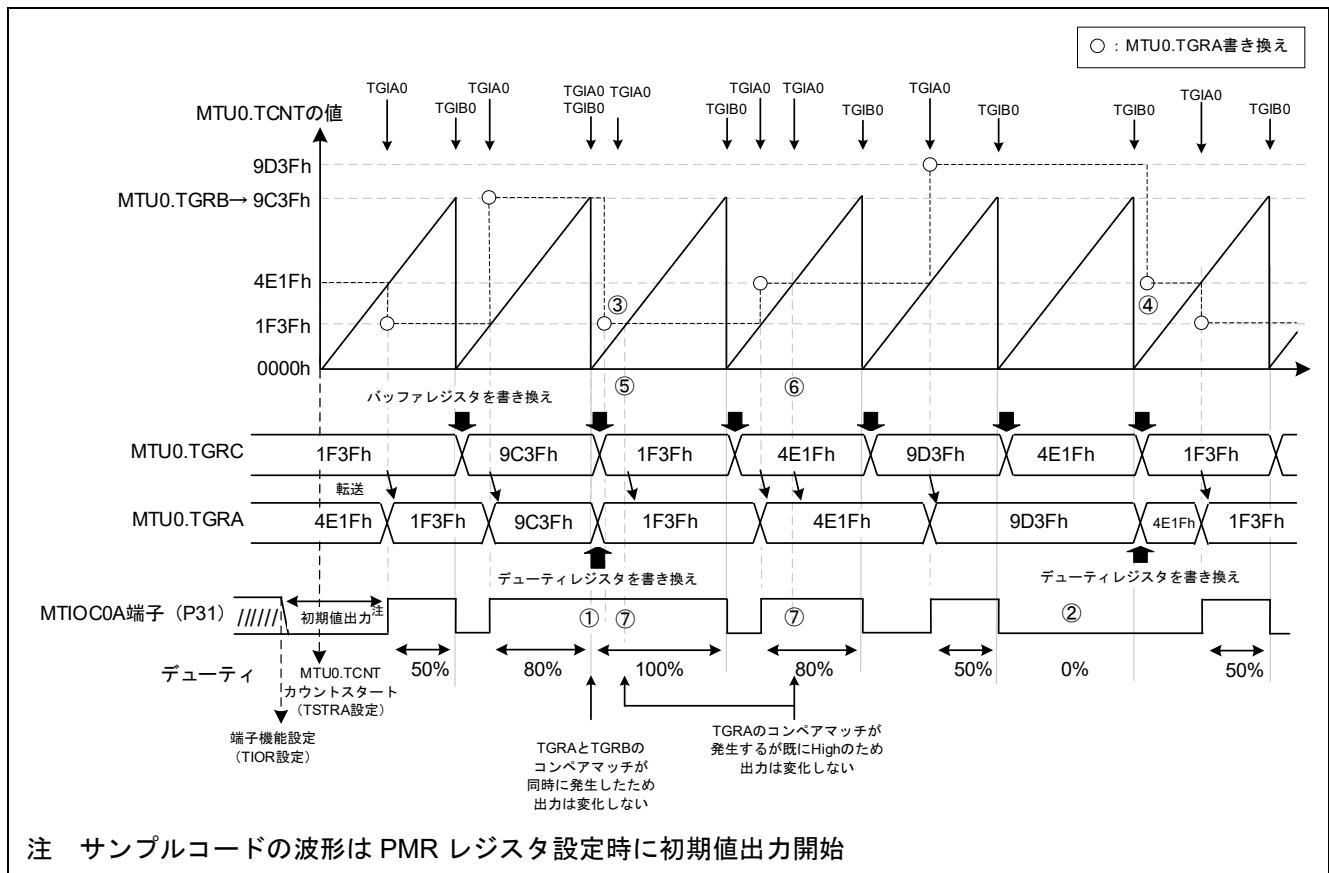

図 3-77 サンプルコードの動作
- デューティの変更タイミングの詳細は図 3-77 を参照
本サンプルコードの動作を図 3-77 に示します。周期ごとにデューティの設定を変更するため、周期レジスタ TGRB のコンペアマッチ割り込み (TGIB0) でバッファレジスタ TGRC の値を書き換え、TGRA のコンペアマッチ発生時に TGRC の値をデューティレジスタ TGRA へ転送する動作を基本としています。
TGRA の値が TGRB と同じ場合、双方のコンペアマッチが同時に発生します。コンペアマッチが同時に発生すると出力は変化しないため、High を保持しデューティ 100%が出力されます（図 3-77 ①）。
TGRA の値が TGRB よりも大きい場合、TGRA のコンペアマッチが発生しないため Low を保持しデューティ 0%が出力されます（図 3-77 ②）。
デューティ 100%を出力した場合、TGRA と TGRB のコンペアが同時に発生します。そのため、TGRC が新しい値に書き換えるタイミングはありません。デューティ 100%から 0%に切り替える場合は、TGIB0 発生時に TGRA レジスタの値を直接書き換えます（図 3-77 ③）。
デューティ 0%を出力した場合、TGRA が TGRB よりも大きいため TGRA のコンペアマッチが発生しません。そのため、TGRC の値を TGRA へ転送するタイミングはありません。デューティ 0%から 50% に切り替える場合は、TGIB0 発生時に TGRC レジスタと TGRA レジスタの値を直接書き換えます（図 3-77 ④）。
デューティ 100%から 80%へ切り替える場合、TGRB のコンペアマッチと同時に発生した TGRA のコンペアマッチを含め 2 回のコンペアマッチが発生します（図 3-77 ⑤）。
デューティ 80%から 50%へ切り替える場合、TGRA に現在の値よりも大きい値を設定します。これにより 1 周期に 2 回の TGRA コンペアマッチが発生します（図 3-77 ⑥）。
High 出力中に 2 回目の TGRA コンペアマッチが発生するため波形は変化しません（図 3-77 ⑦）。